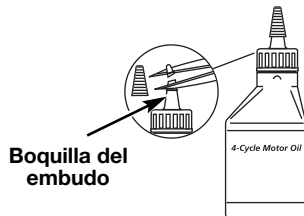

Fig. 15
Su unidad trae una botella de aceite SAE 30 SF, SG, SH de 90 ml (3,04 onzas fluidas) (Fig. 15).
1. Desenrosque la tapa de la botella de aceite y retire el sello de papel que cubre la apertura. Vuelva a colocar la tapa. Corte la punta de la boquilla del embudo (Fig. 15).